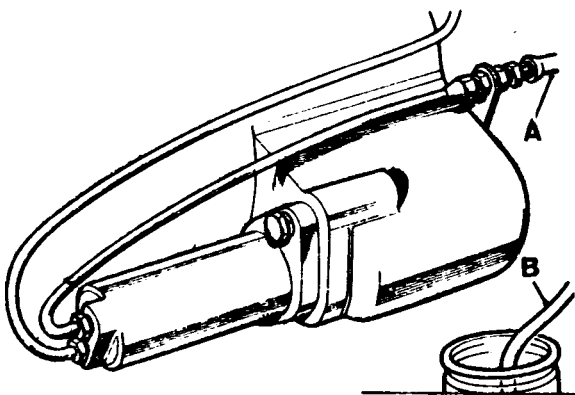

Fig. B2-2 - Cilindro auxiliar del embrague.
- 1.1.- Se acoplará un trozo de tubería adecuada al tornillo de purga del cilindro secundario (fig. B2-2).